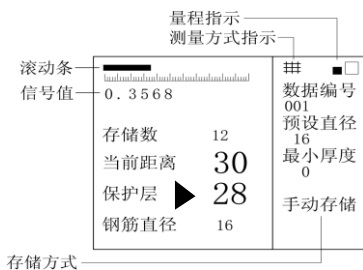

图 3.11
直径及保护层厚度，此时屏幕显示实测的钢筋直径值及锁定的保护层厚度值，保护层前面有▶提示，如图（图 3.11）所示。
将传感器放置在被测钢筋的正上方，并与被测钢筋平行；按下【▲】键，屏幕显示**钢筋直径**字样，约 2 秒钟后直径测量结果直接显示在屏幕上；仪器同时测量保护层厚度值，显示在**保护层**显示值位置上，如图（图 3.11）所示。
- 6) 按【▲】键测量出钢筋直径及保护层厚度，此时屏幕显示如图 3.11。